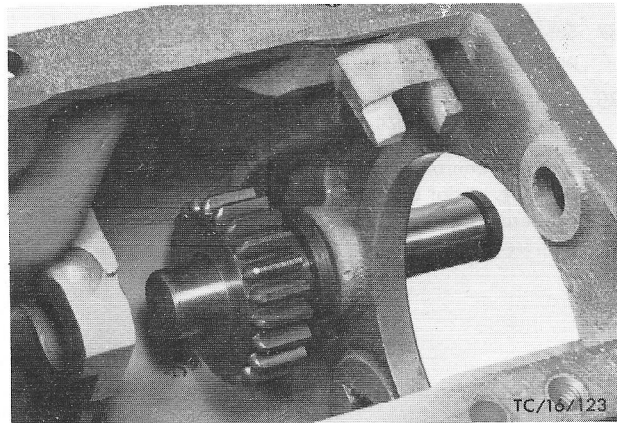

Fig.70 Achteruittandwiel monteren.
42. Schuif de tuimelaar voor de achteruit op de scharnieren. Plaats het achteruittandwiel, met de kraag naar achteren gekeerd, in de tuimelaar en houd het tandwiel in lijn met de boring voor de as. Smeer de achteruitas in met multi-purposevet en klop de as met een koperen hamer in het huis (fig.70).